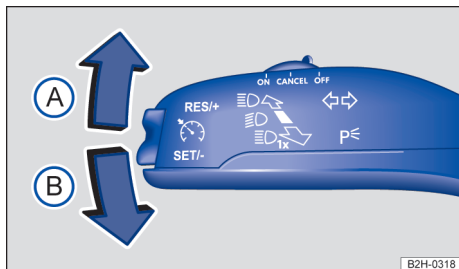

Fig. 72 À esquerda na coluna de direção: alavanca dos indicadores de direção e do farol alto.
- Trazer a alavanca dos indicadores de direção e do farol alto da posição central para a seguinte posição → Fig. 72.
- (A) Ligar os indicadores de direção à direita ➡.
- (B) Ligar os indicadores de direção à esquerda ➡.